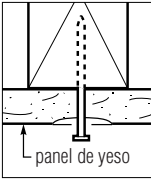

Fig. 17
**Remedio:** En general, las reparaciones son necesarias únicamente en los fijadores que se botan más de 0.005" o más de la cara del panel (Fig. 17). Las protuberancias menores pueden requerir reparación si se presentan sobre una superficie lisa y brillante o sobre superficies de colores parejos, bajo condiciones de iluminación extrema. Todos aquellos fijadores que se boten antes o durante la decoración deberán repararse de inmediato. Los desprendimientos que ocurran tras un mes de calor o más, generalmente son causados, en su totalidad o en parte, por el encogimiento de la madera, y no deben repararse sino hasta casi el final de la temporada de calor.